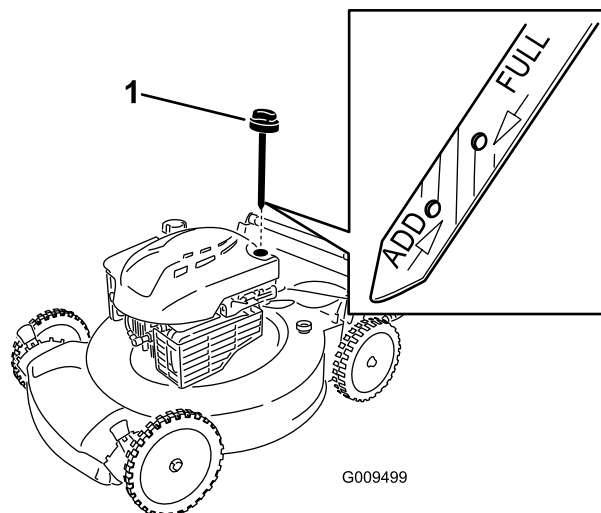

Рисунок 24
2. Извлеките масломерный щуп (Рисунок 24).
4. **Медленно** заливайте масло в маслосливной патрубок до тех пор, пока уровень масла не достигнет отметки **Full (ЗАПОЛНЕНО)** на масломерном щупе (Рисунок 24). **Не допускайте переполнения картера.** Макс. объем масла: 0,59 л, тип: автомобильное моющее масло